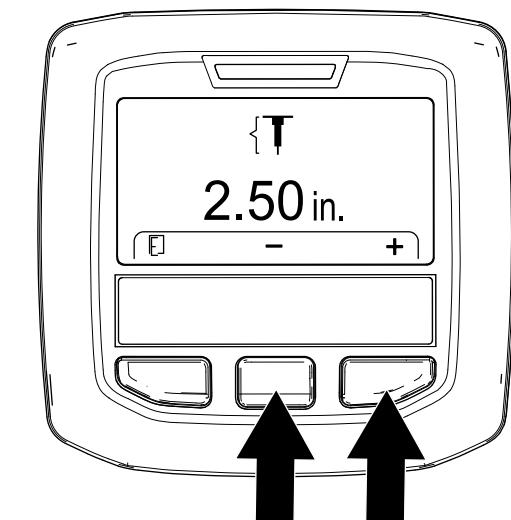

Figura 53
- Regolate la profondità delle fustelle (Figura 53) come segue: